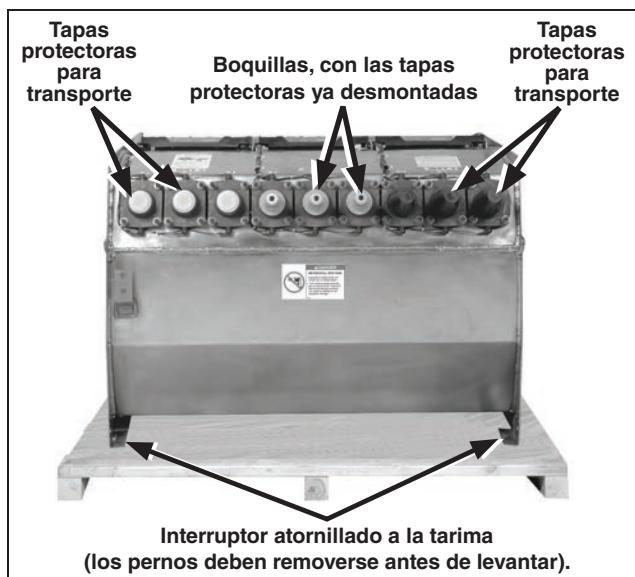

Figura 49. El interruptor va atornillado a la tarima en cuatro puntos para el embarque (Unidad manual mostrada con fines ilustrativos).
- PASO 2.** Desmonte el interruptor de su tarima y levante el equipo, respetando las medidas de seguridad que se dan en la sección “Manejo” de la página 8. Ver Figura 3 en la página 8 y la Figura 49.